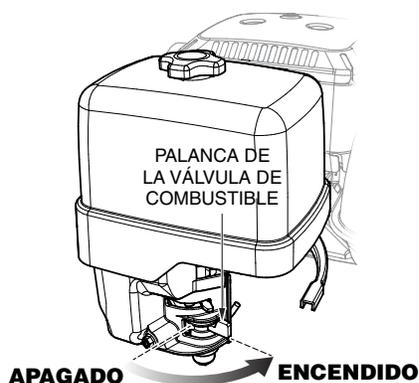

Figura 12. Palanca de la válvula de combustible del motor (posición de encendido)
1. Coloque la palanca de la válvula de combustible del motor (Figura 12) en la posición de **encendido**.